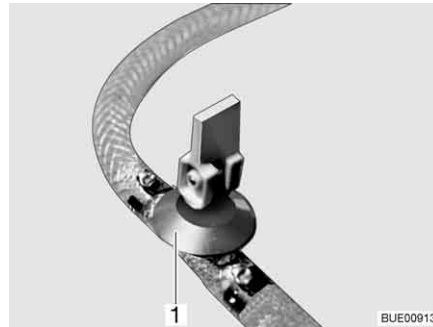

Fig. 191 Robinet de vidange
- Fermer le(s) robinet(s) de vidange. Placer le levier à bascule (Fig. 191,1) en position horizontale.
- Ouvrir le(s) robinet(s) de vidange (Fig. 191). Pour cela, placer le levier à bascule (Fig. 191,1) en position verticale. Le chauffe-eau se vide à l'extérieur.